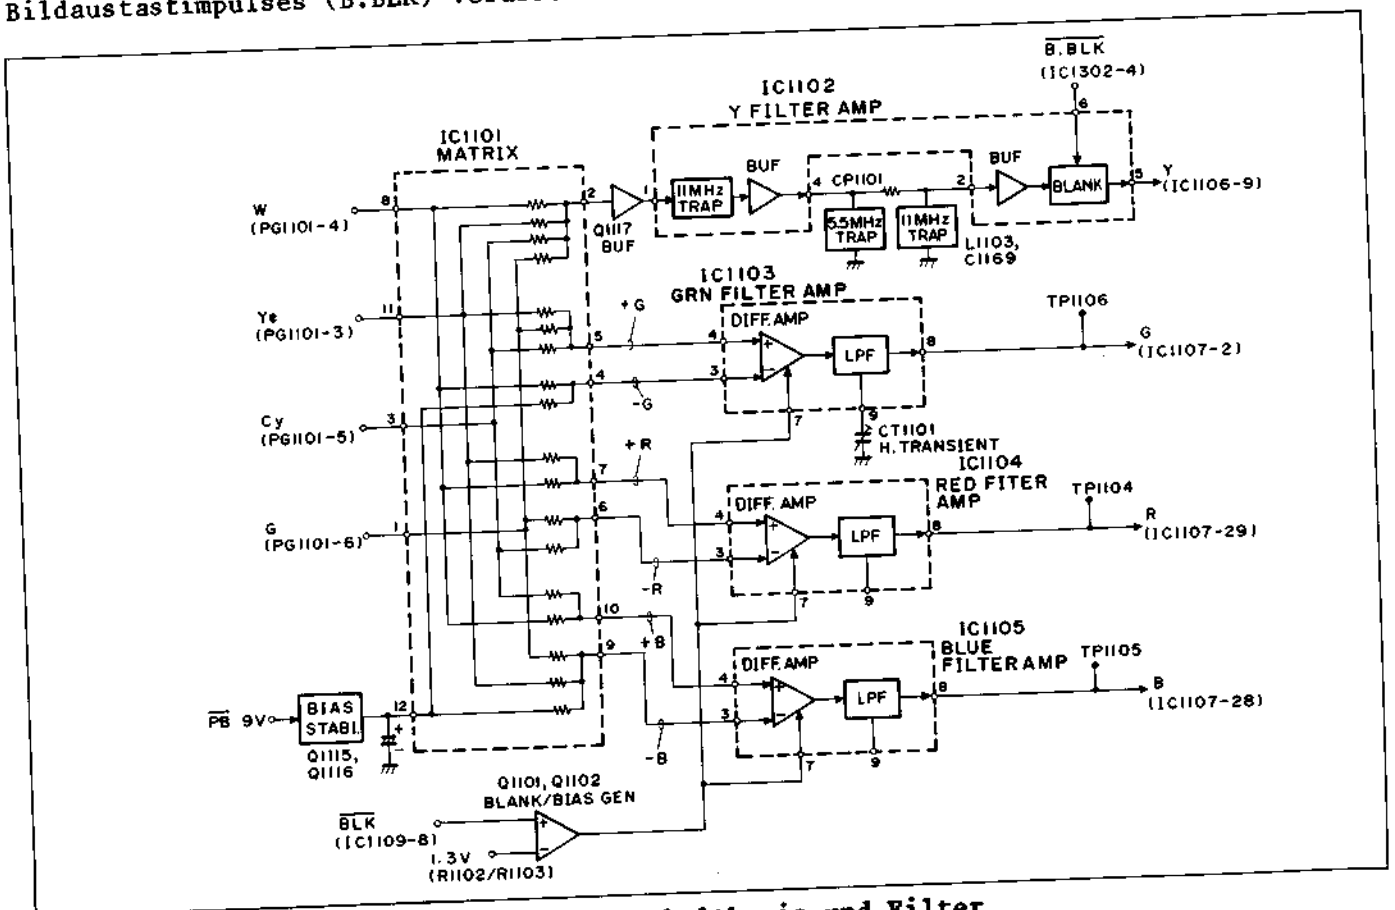

Abb. 2-11 Matrix-Schaltkreis und Filter
2.2 Matrix-Schaltkreis und Filter (Abb. 2.11)